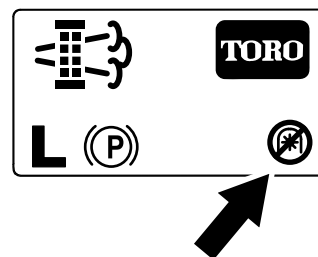

Bild 84
**Hinweis:** Auf dem Begrüßungsbildschirm wird das Symbol für eine deaktivierte Zapfwelle (Bild 84) angezeigt.
**Hinweis:** Auf dem Begrüßungsbildschirm wird das Symbol für eine deaktivierte Zapfwelle angezeigt; siehe Bild 84 in Meldungen zu geparkter Regenerierung \(Seite 51\).